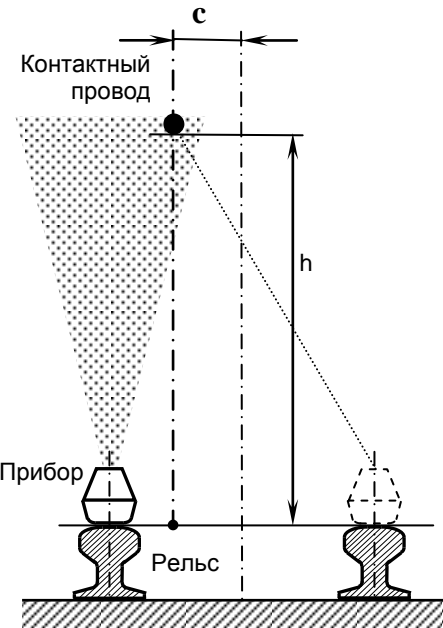

Рис. 3
4.7. При необходимости измерения (рис. 3) высоты контактного провода **h** и его бокового смещения **c** относительно геометрической оси железнодорожного пути переключатель **h - c** перевести в положение **c**.